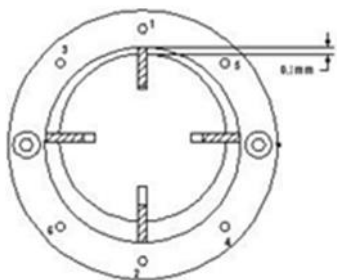

Рис.1
Раз в сезон проверяйте ротор (25) и щетки (26). Во время технического обслуживания не бросайте детали компрессора, храните их в сухом месте, так как влага и грязь могут повредить компрессор. Заменяйте изношенные ротор и щетки (если хотя бы одна щетка из четырех изнашивалась, необходимо заменить все четыре). Соберите компрессор, учитывая, что желобки щеток должны быть направлены к центру ротора, и зазор между ротором и статорным кольцом (8) должен быть 0,1мм, как показано на рис.1.